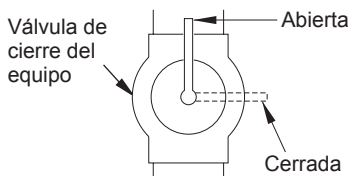

Figura 16 - Válvula de cierre del equipo
1. Cierre la válvula de cierre del equipo (consulte la figura 16).
1. Abra la válvula de cierre del equipo (consulte la figura 16).
3. Cierre la válvula de cierre del equipo (consulte la figura 16, en la página 15).